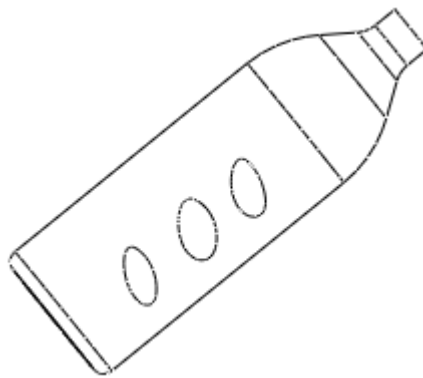

图 3-213
(4) 单击  完成曲面实体化切割特征，如图 3-213 所示。